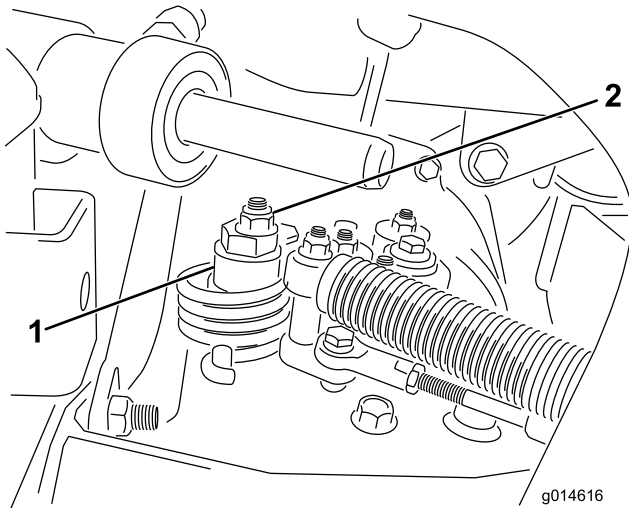

図 48
- A. 偏芯ナットをハイドロスタット上部に止めているナットをゆるめる (図 48)。
- C. どちらにも車輪が回らないように偏芯ナットを回して調整する。調整ができれば固定ナットを締める (図 48)。スロットル SLOW および FAST 位置で調整が正しいことを確認する。